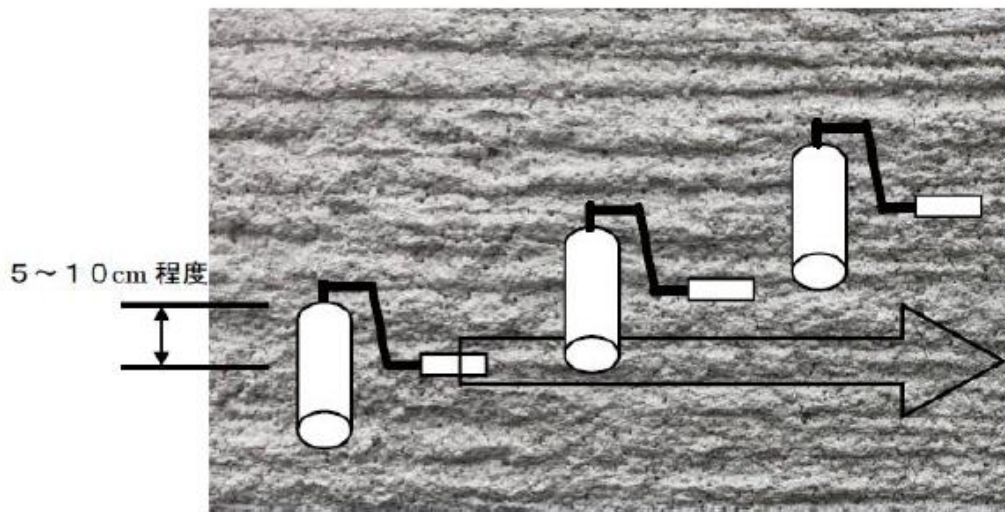

図3
- ・配り塗りしたジョリパットが乾燥しないうちに、JR-197を横方向に転がしパターン付けを行う(図3)。
- ・ 隣のパターンと5～10cm程度、交差するようにローラーを転がす（図3）